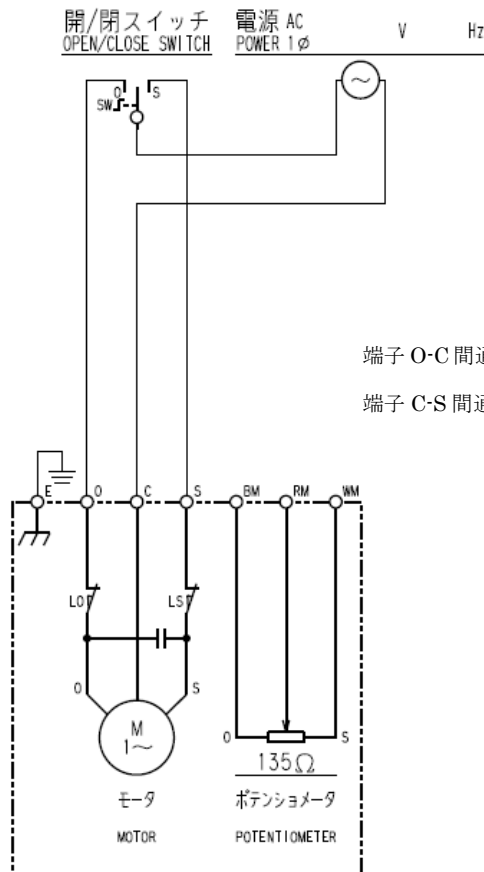

図 6 : C 形 (135Ω) 内部接続図
- （6）図6、7に制御動作Cの標準接続図を示します。特殊仕様の場合、本図通りでは無いことがありますので、接続図や仕様書で確認してください。